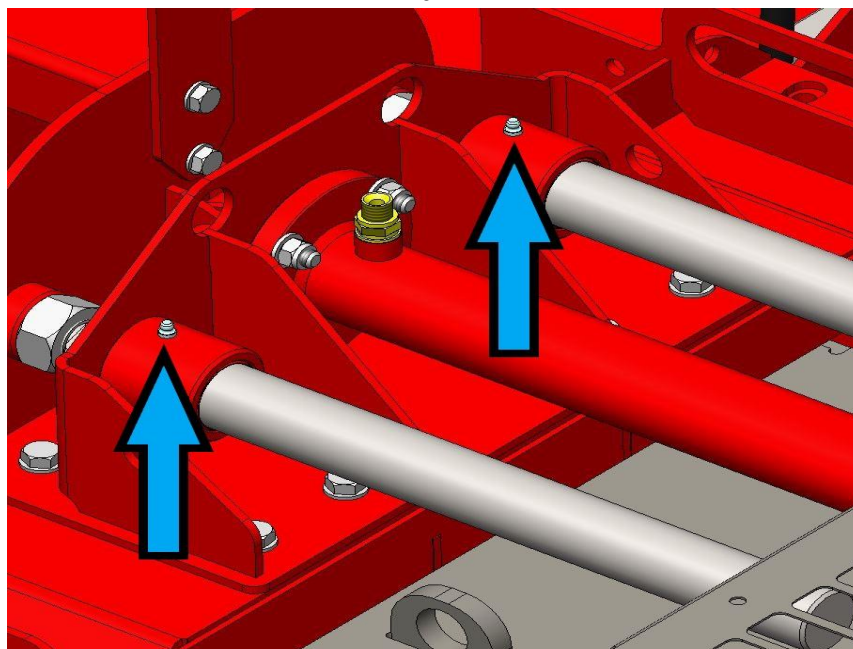

Bild 48.
8. Vedlängdsmätarens nipplar (2 st. på bild 48).